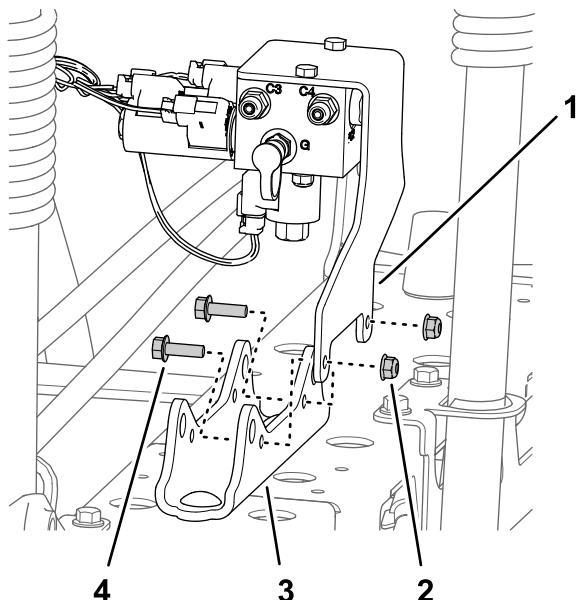

Figura 41
- **Para máquinas sem o kit de nivelamento da rampa ultra sonic opcional:** retire as duas porcas flangeadas (5/16 pol.) e os dois parafusos de cabeça flangeada (5/16 x 1 pol.) que prendem o suporte para o coletor de elevação da secção à montagem do cilindro e retire o coletor e o suporte da montagem do cilindro (Figura 41).